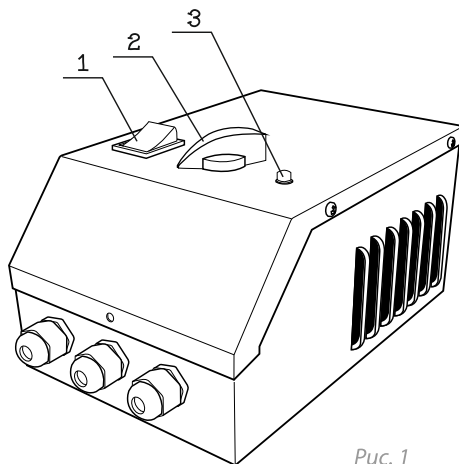
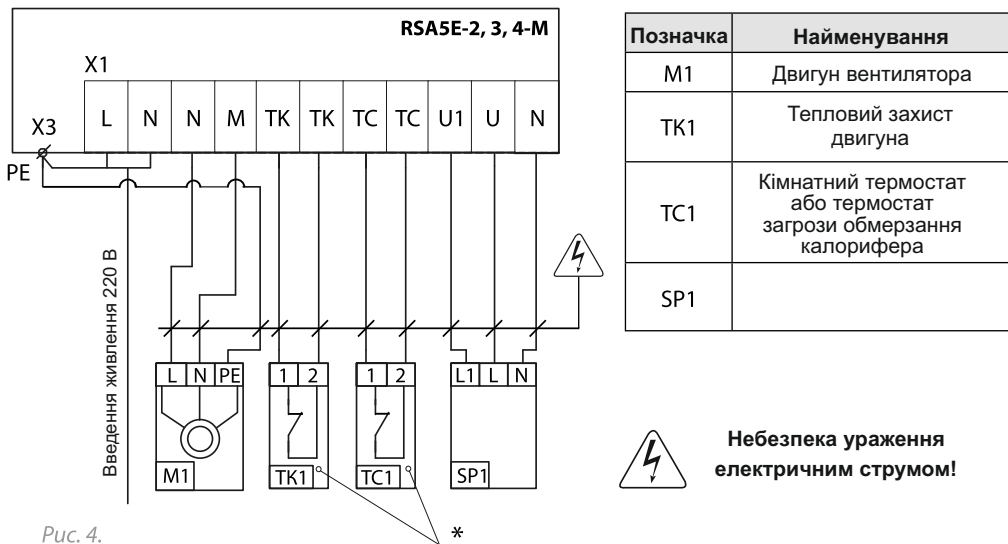

Рис. 1
Рис. 4.
Виріб являє собою однофазний трансформатор з вихідними напругами **110 В / 130 В / 160 В / 190 В / 230 В**, з живленням від мережі **220 В**, частотою **50 Гц**. На передній панелі виробу розташовані кнопка увімкнення / вимкнення **1** (див. рис. 1), ручка перемикання швидкостей **2** та сигнальна лампа **3**, яка показує аварійну роботу регулятора. До складу виробу входить пристрій захисту електродвигуна вентилятора, що перериває ланцюг живлення у разі спрацювання термального контакту в двигуні вентилятора, клеми **ТК** (див. рис. 4).
Передбачена також можливість підключення до регулятора, кімнатного термостата або термостата захисту від обмерзання клеми **ТС** (див. рис. 4), у разі розмикання контактів термостата припиняється подавання напруги на двигун вентилятора.
При розмиканні термального контакту або контактів термостата загоряється лампа аварії **3**. Регулятор також має клеми **U1, U, N** (див. рис. 4) для підключення зовнішнього обладнання (наприклад, електроприводів повітряних заслінок). У разі переведення кнопки **1** у положення **«ВИМК.»**, розмикання термального контакту або контактів термостата струм на клеми **U1, N** та електродвигун вентилятора не подається. На контакті **U** напруга **220 В / 50 Гц** присутня завжди (використовується для електроприводів повітряних заслінок без зворотної пристрій). У разі необхідності дистанційного керування є можливість підключення до регулятора виносного пульта керування (**Р5-5**) (див. варіанти підключення).
- Провести електричні підключення згідно зі схемою (див. рис. 4). Підключення зовнішніх електричних провідників до виробу здійснюється за допомогою гвинтових клем 5 (див. рис. 3). Введення провідників всередину приладу проводиться через гермовводи 4 (див. рис. 3). На зовнішньому введенні (220 В / 50 Гц) повинен бути встановлений вбудований у стаціонарну мережу електроживлення автоматичний вимикач.
УВАГА! Якщо термальний контакт електродвигуна вентилятора або термостат не вдалося підключити до регулятора, необхідно встановити перемички між контактами ТЗ або ТК відповідно (див. рис. 4).